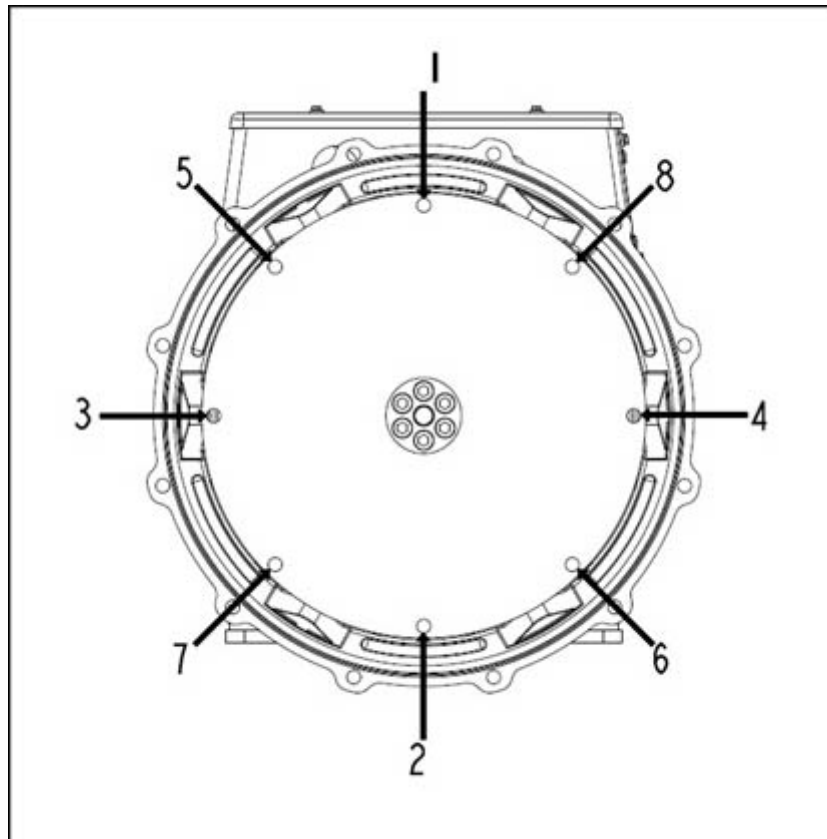

РИС. 11. ПОСЛЕДОВАТЕЛЬНОСТЬ КРЕПЛЕНИЯ К МАХОВИКУ
10. Затяните болты крепления диска муфты к маховику, соблюдая последовательность, указанную в Рис. 11 на стр. 30.